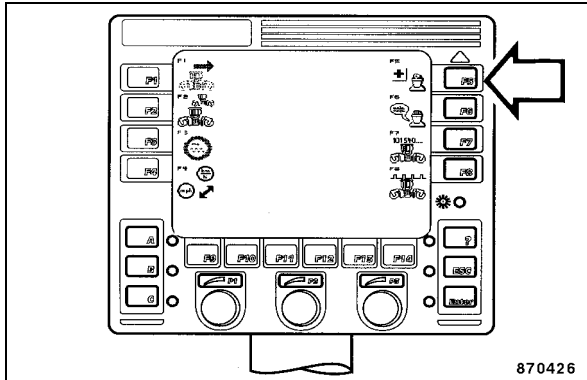

fig. 198
- Appuyer sur la touche "F5" (diagnostic) (fig. 198).